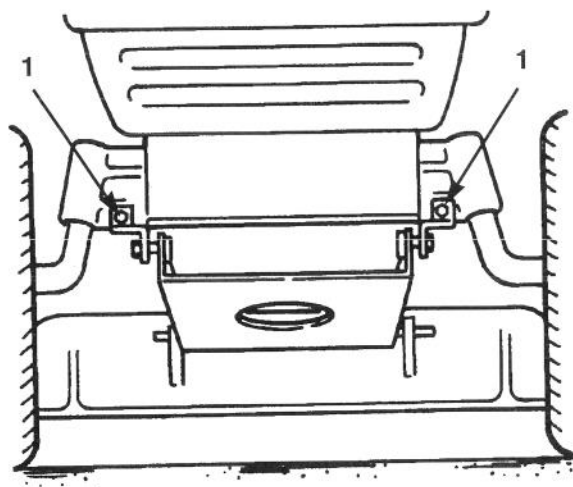

Bild 43
5. Die Mähwerk-Gelenkaufhängeprofile mit Schrauben und Kontermuttern an der Vorderachse anbringen (Bild 43).